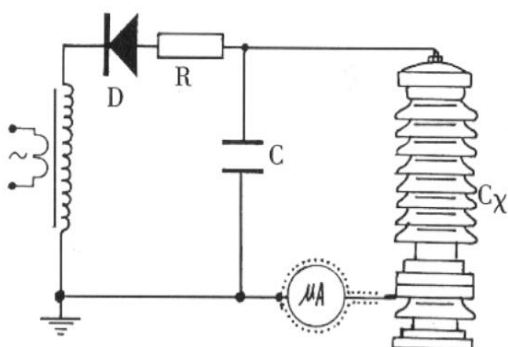
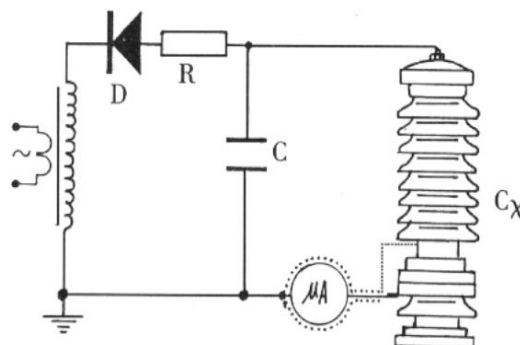

图 6a 微安表接入试品 C_X 底部的接线图
图 6b 排除试品 C_X 表面影响接线图
4.4.3 对氧化锌、磁吹避雷器等试品接地端可分开的情况下，也可采用在试品的底部(地电位侧)串入电流表进行测量的方式。但也必须使用屏蔽线(见图 6a)。当要排除试品表面泄漏电流的影响，可用软的裸铜线在试品地电位端绕上几圈并与屏蔽线的屏蔽相联接(见图 6b)